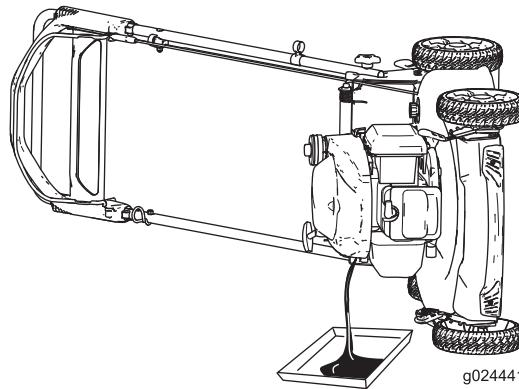

Figura 30
- Coloque la máquina de lado con la varilla de aceite hacia abajo para drenar el aceite usado a través del tubo de llenado de aceite (Figura 30).